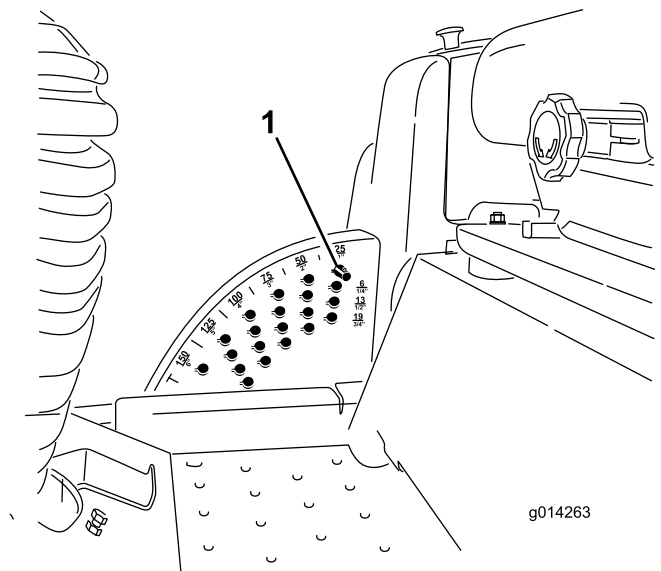

Figura 8
1. Con el motor en marcha, presione hacia atrás el interruptor de elevación de la unidad de corte hasta que esta esté elevada del todo y **suelte el interruptor inmediatamente** (Figura 8).
2. Para ajustar la altura de corte, gire el pasador de tope hasta que el nervio quede alineado con las ranuras de los taladros del soporte de altura de corte y retire el pasador (Figura 8).
3. Seleccione un taladro del soporte de altura de corte que corresponda a la altura de corte deseada, inserte el pasador y gírelo para bloquearlo en esa posición (Figura 8).
Nota: Hay cuatro filas de taladros (Figura 8). La fila superior corresponde a la altura de corte impresa encima del pasador. La segunda fila corresponde a la altura impresa más 6 mm. La tercera fila corresponde a la altura impresa más 13 mm. La fila inferior corresponde a la altura impresa más 19 mm. Para la posición de 15,8 cm hay un solo taladro en la segunda fila. Esta posición no añade 6 mm a la altura de 15,2 cm.